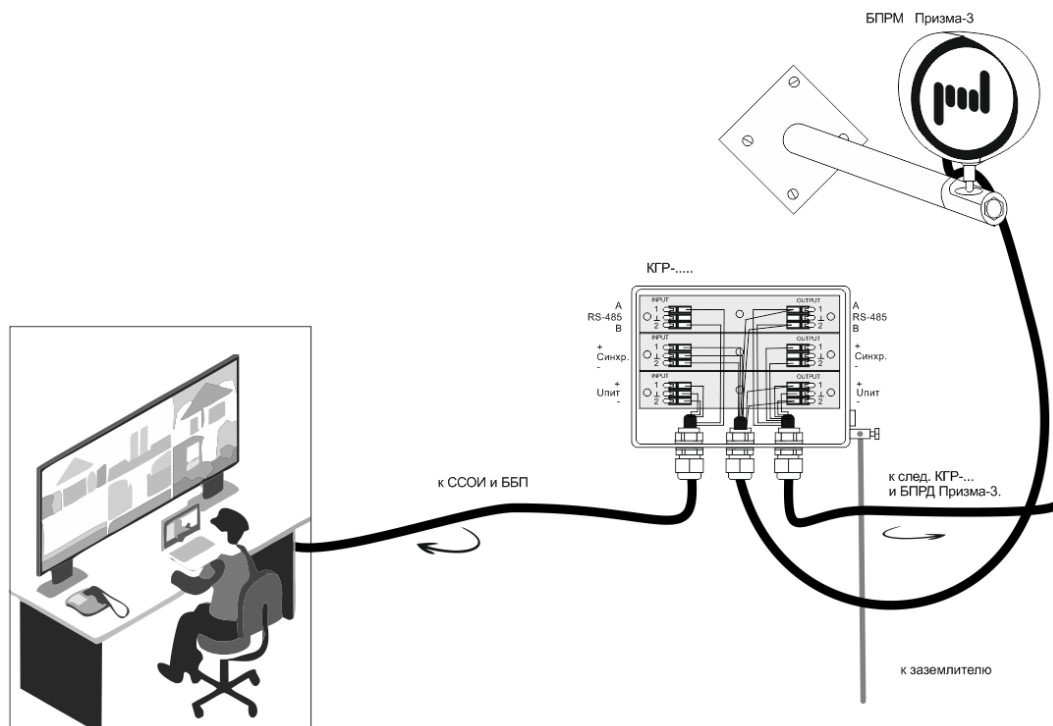

Рис. 3
3) При «проходном с ответвлением» включении КГР (см. рис. 3) в разрыв кроссовых кабелей с ответвлением на один или несколько абонентов (извещателей), потребуется добавить количество вводов равное количеству абонентов, при этом внешние диаметры вводимых в КГР кабелей определяют выбор соответствующих типов гермовводов.